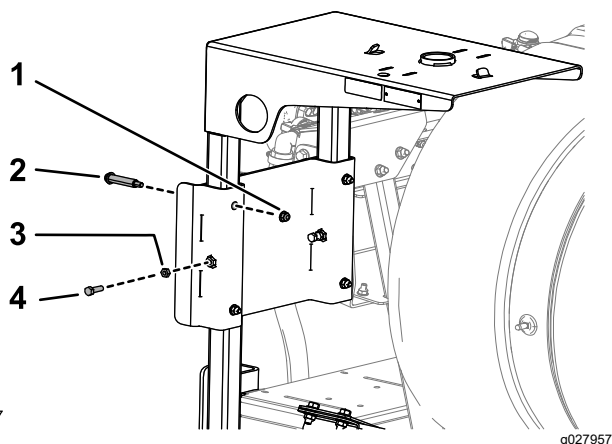

Figura 14
6. Introducei cadrul raftului cilindrului în fantele de pe consola de susinere a raftului cilindrului i fixai raftul folosind 4 uruburi cu umăr, 4 piulie cu guler ($\frac{5}{16}$ -18"), 2 uruburi ($\frac{5}{16}$ -18 x 1") i 2 contrapiulie ($\frac{5}{16}$ -18"), după cum se arată în Figura 14.